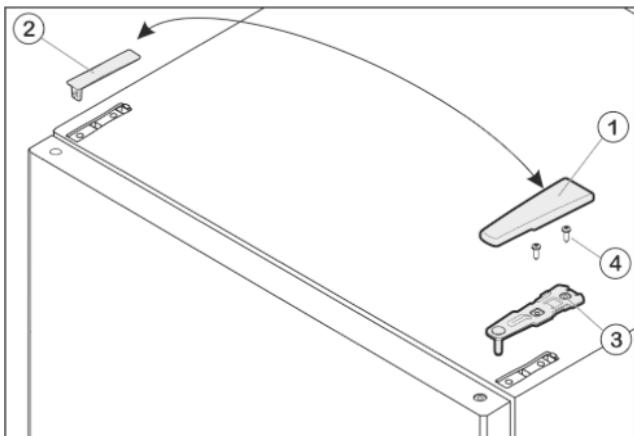

Fig. 6
- Потяните крышку Fig. 6 (1) вперед и вверх.
- Снимите крышку Fig. 6 (2).
- Открутите верхний опорный кронштейн Fig. 6 (3)(2 шт. Torx® 25) Fig. 6 (4) и вытяните вверх.
- ▶ Установите верхний опорный кронштейн Fig. 6 (3) на новой стороне шарнира и защелкните в дверце.
- ▶ Привинтите верхний опорный кронштейн (**с моментом 4 Нм**) (2 шт. Torx® 25) Fig. 6 (4). При необходимости проделайте отверстия или используйте аккумуляторную отвертку.
- ▶ Наденьте и защелкните крышки Fig. 6 (1) и крышки Fig. 6 (2) на противоположной стороне снаружи.